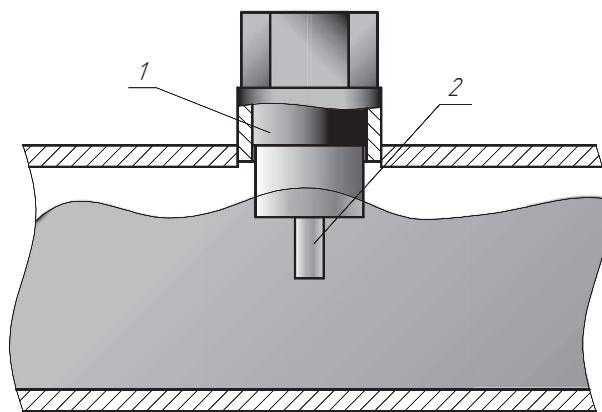

Рисунок 2. Принцип работы
Принцип работы реле потока (1) (рис. 2) основан на зависимости теплоотдачи нагревательного элемента от скорости движения потока, охлаждающего его.
Датчик температуры с нагревательным элементом совмещены с датчиком температуры электрода в одном корпусе (2) (рис. 2).